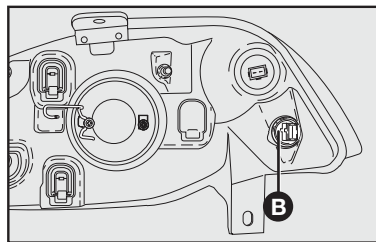

fig. 26
- 1) Retirar o porta-lâmpada **B-fig. 26** girando-o no sentido anti-horário;